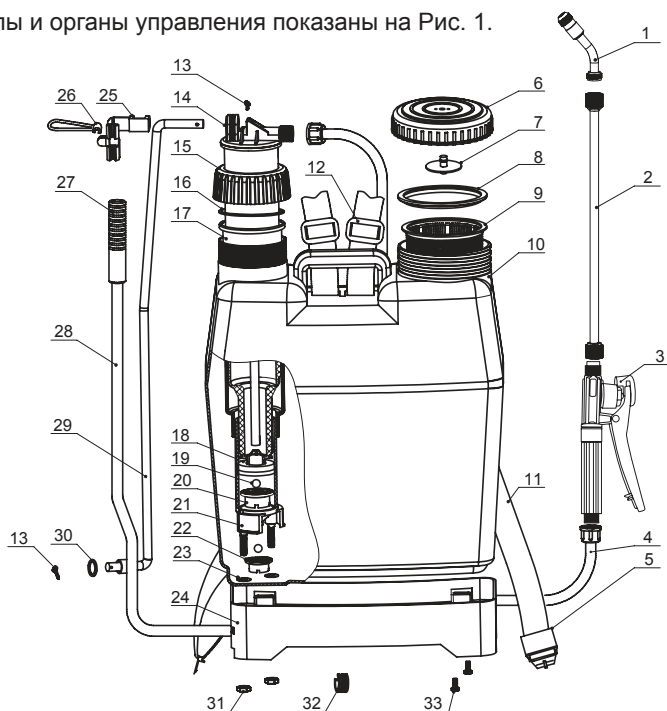

Рис. 1 Основные узлы и органы управления
Основные узлы и органы управления показаны на Рис. 1.
Для сборки потребуются фиксатор шатуна -1 шт., шайба -1 шт., шплинт – 2 шт., кольцо 26 подвесное рычага (Рис. 1). Остальные детали сложите в пакетик и сохраните их.
2. Установите ручку 27 на рычаг 28 шатуна (Рис. 1).
3. Положите опрыскиватель горизонтально на заднюю сторону. Установите нижний конец шатуна в отверстие на рычаге шатуна, одновременно с этим рычаг шатуна вставьте в отверстие корпуса 24 (Рис.1). Установите на нижний конец шатуна гайку, вставьте шплинт в отверстие и разогните концы шплинта. Поверните рычагом шатуна так, чтобы было видно отверстие для установки фиксатора 32 (Рис. 1). Установите фиксатор шатуна.
4. Вставьте шатун 29 в кронштейн крепления 14 так, чтобы верхний конец шатуна проходил через отверстия зажима 25 струйной трубки, установленного на кронштейн 14 (Рис. 1). Вставьте шплинт 13 в отверстие конца шатуна и разогните концы шплинта. Зафиксируйте шатун в зажиме 25 струйной трубки.
6. Установите форсунку 1 на струйную трубку 2, струйную трубку присоедините к рукоятке управления 3 (Рис. 1). Присоедините шланг 4 к рукоятке управления 3 (Рис. 1) и трубку насоса.
3. Сделайте 7-10 качаний рычагом насоса 28 (Рис. 1), до тех пор, пока не появится сопротивление нажатию.
4. Для опрыскивания нажмите на рычаг управления клапаном подачи рукоятки управления 3 (Рис. 1).